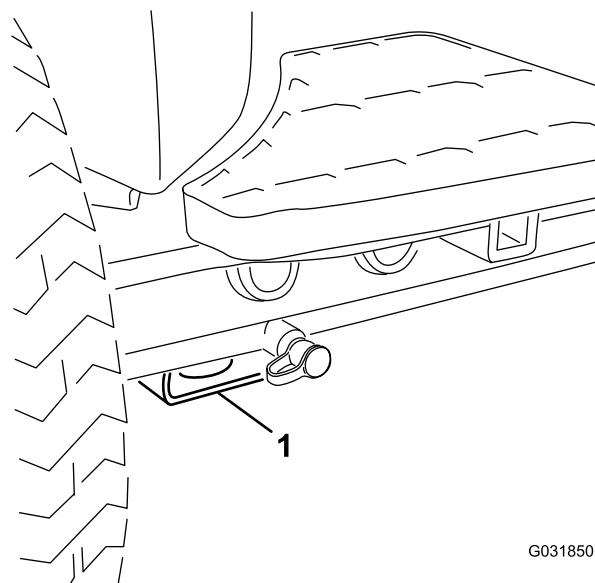

Figure 44
- Avant – patin rectangulaire sous le tube d'essieu, à l'intérieur de chaque roue avant (Figure 44).